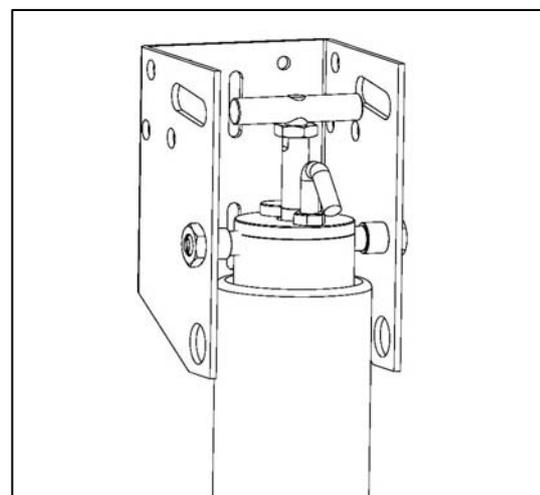

Bild 8
3. Den Öffner mit dem T-Stück im Fallenschloss einrasten. Die Öffnerhalterung so einstellen, dass der Öffner sicher schließt und über Lastabschaltung beim Zufahren abschaltet (*Bild 8*).